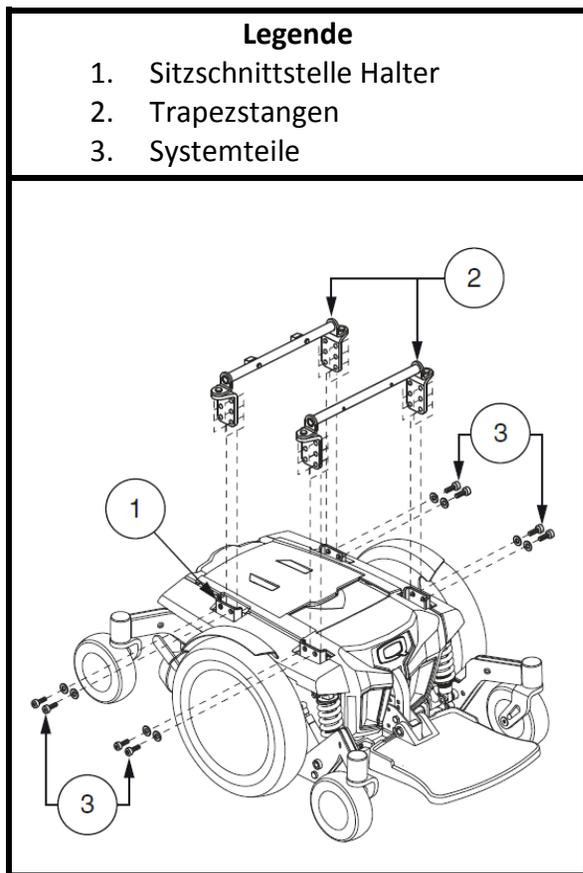

Bild 10. Sitzhöhen- Winkelverstellung
7. Entfernen Sie die Verbindungen zwischen Trapezstangen und Sitzschnittstelle. **Siehe Bild 10.**